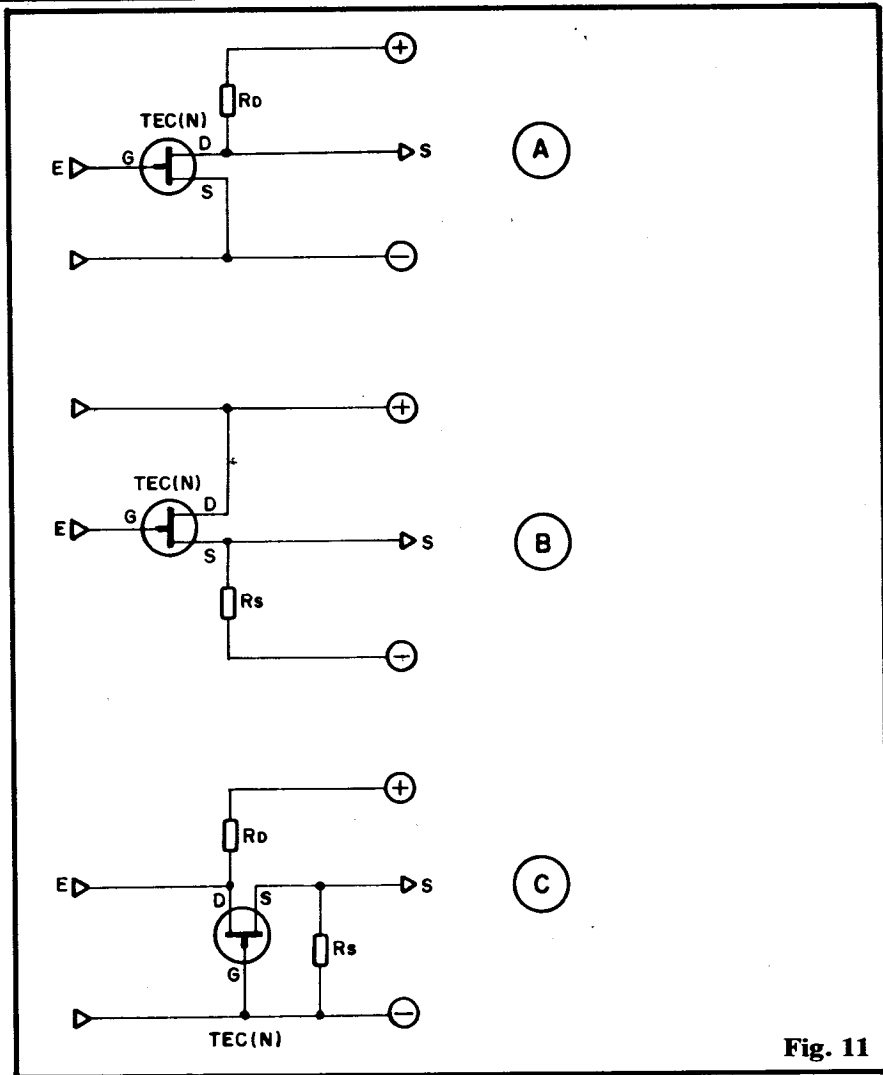

Fig. 11
- **IG** - Máxima corrente de porta (G). O que determina tal parâmetro é a **tensão** aplicada ao G e a própria impedância interna do TEC. É um parâmetro facilmente controlado pelos próprios resistores de polarização e de Entrada do gate.
- **IDSS** - Corrente máxima de **dreno** (D), com a **fonte** (S) curto-circuitada à **porta** (G). Limita automaticamente o quanto se pode obter de corrente na saída de um circuito típico com TEC.
- FIG. 11 - Assim como ocorre com os transístores bipolares comuns,